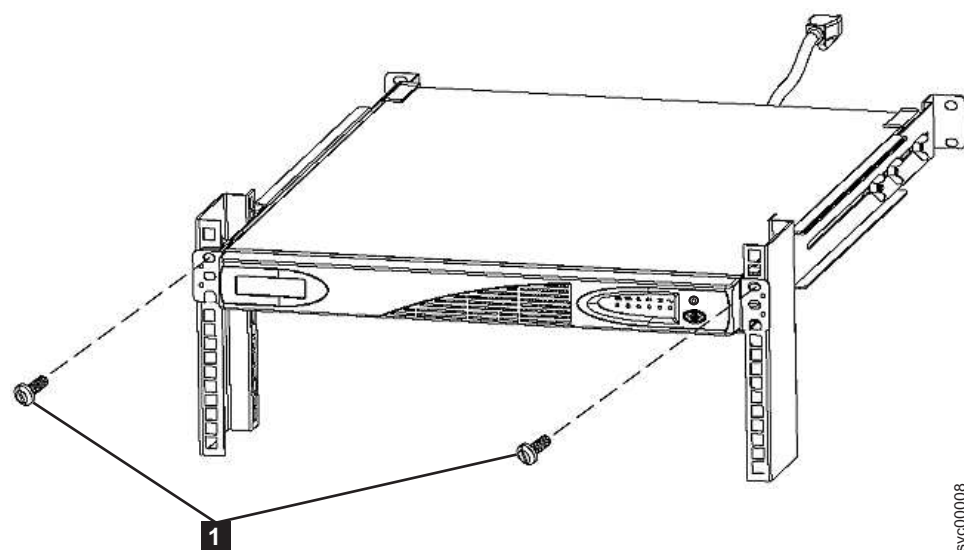

图 225. 2145 UPS-1U 的安装螺钉
4. 在 2145 UPS-1U 的前部，安装两颗装配螺钉（图 225 中的 **1**）。